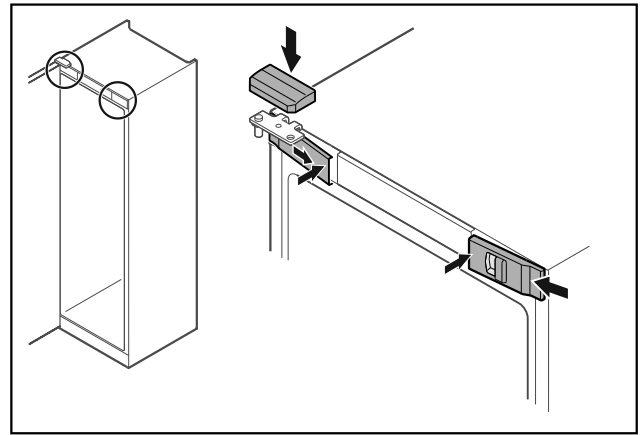

Fig. 46 \*
- ▶ Přední kryty Fig. 46 (1) bočně zahákněte a zaklapněte dovnitř.\*
- ▶ Horní kryt Fig. 46 (2) shora zaklapněte.\*